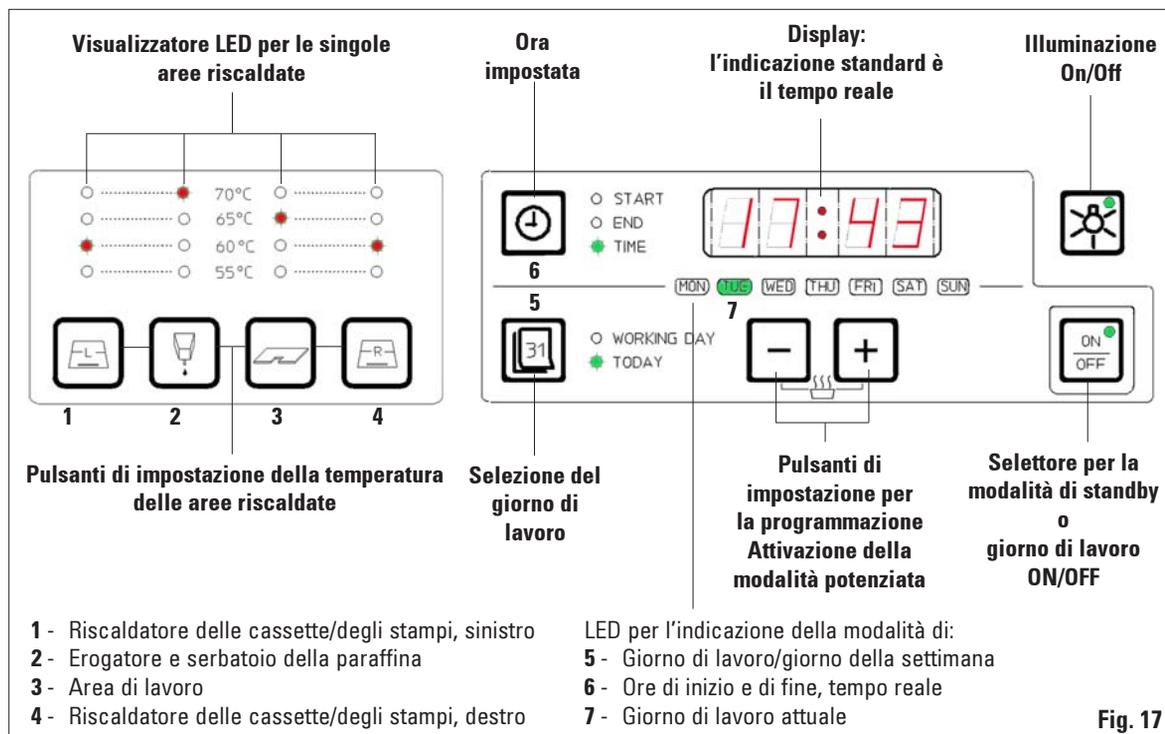

Fig. 17
- I riscaldatori si attivano e i LED indicano gli ultimi valori impostati. I LED che indicano le temperature impostate delle aree riscaldate (1, 3 e 4, fig. 17) lampeggia di quando in quando sull'intera lunghezza della fase di riscaldamento (confrontare "Indicazione degli intervalli di riscaldamento").
Il LED del serbatoio della paraffina (2, fig. 17) lampeggia ad intervalli temporali di 1 secondo ogni volta che il riscaldamento intensificato del serbatoio della paraffina è attivo (4 ore).